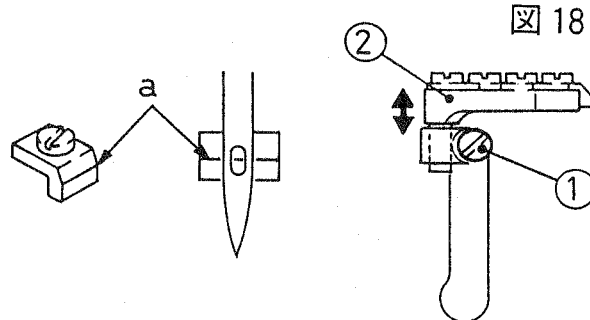

図 18
[3] 針受け(後)の調節 (図 18~19)
(1) 針受け(後)の上下位置の調節 (図 18)